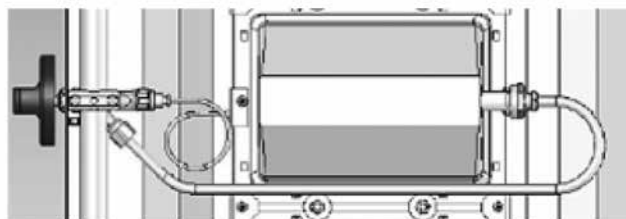

Fig. 6
- De même, montez le tuyau d'alimentation en gaz en sa place (fig. 6).
- Installez le bouton en sa place (fig. 6).